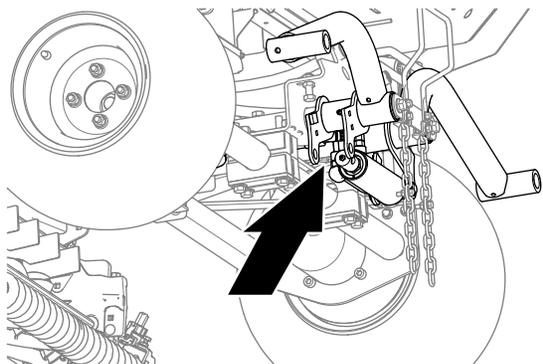

Рисунок 13
1. Поместите сливной поддон под гидравлические штуцеры гидроцилиндра подъема (Рисунок 13).